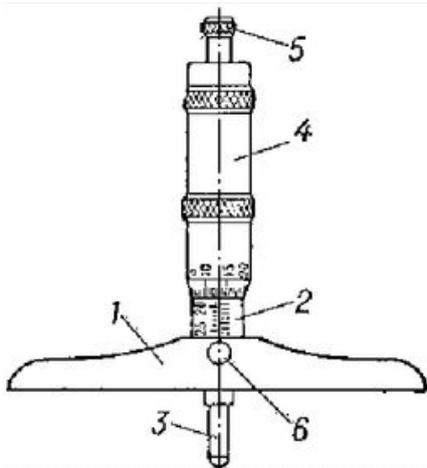

Рис.5.
11. Перечислите детали микрометрического глубиномера (Рис.5).